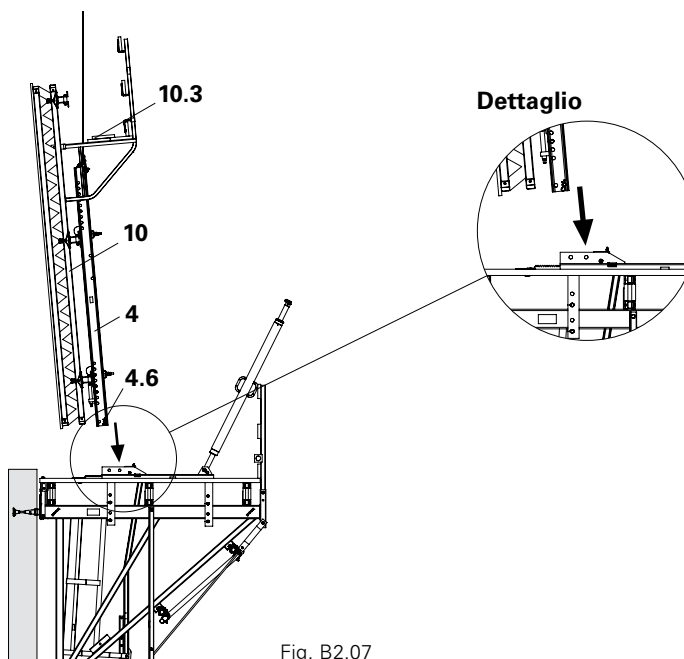

Fig. B2.07
4. Agganciare l'elemento completo in corrispondenza del corrente verticale (4) e posizionarlo sulla piattaforma CB 240. (Fig. B2.07)
5. Fissare il corrente verticale al carrello con perno $\varnothing 25 \times 180$ e inserto a molla (4.6). Per il foro nel carrello, v. Dettaglio. (Fig. B2.07)